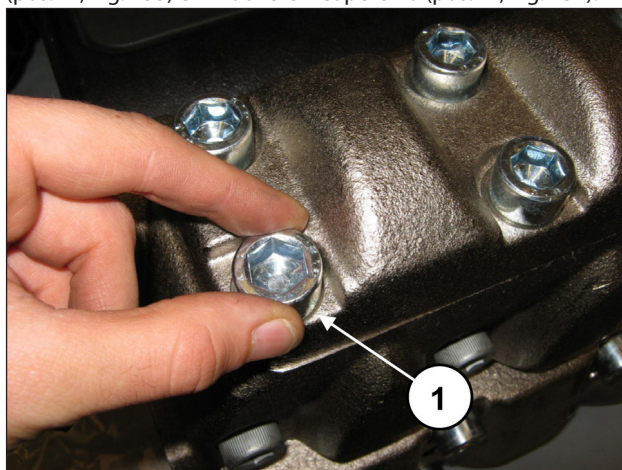
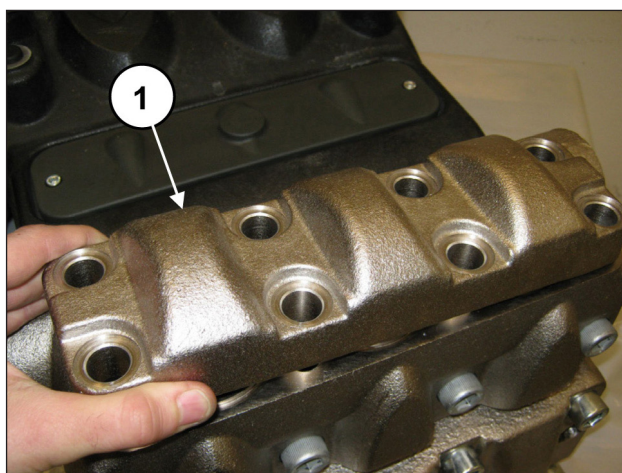

Fig. 133
Fig. 134
Per l'estrazione dei gruppi valvola operare come segue: Svitare le 8 viti M16x45 del coperchio valvole mandata (pos. ①, Fig. 133) e rimuovere il coperchio (pos. ①, Fig. 134).